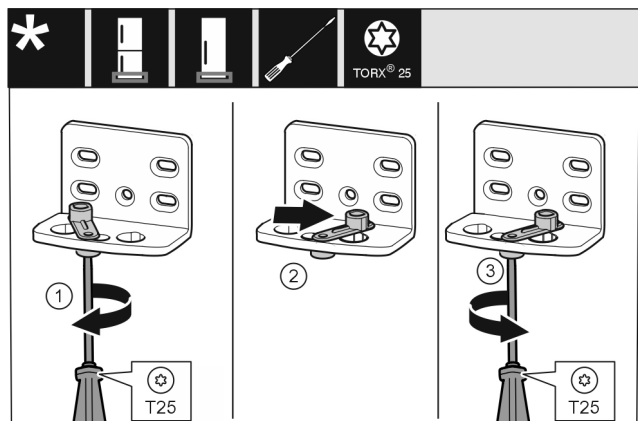

Fig. 17 *
- ▶ Schroef Fig. 17 (1) met een schroevendraaier losdraaien.*
- ▶ Deursluidhulp Fig. 17 (2) optillen en 90° naar rechts in de boring draaien.*
- ▶ Schroef Fig. 17 (3) met een schroevendraaier vastschroeven.*